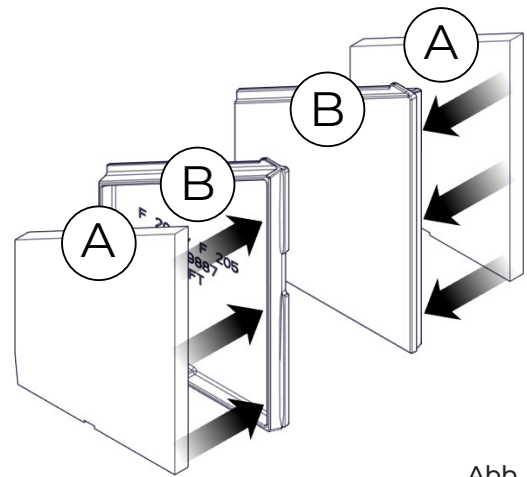

Abb. 7.9
4	Setzen Sie die Dämmplatten (A) auf die neuen Seitenplatten (B) (Abb. 7.9)